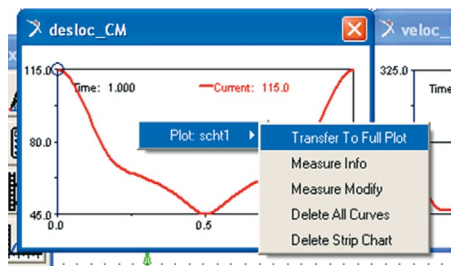

Figura 3.25 – Ativação do módulo ADAMS/PostProcessor.
- Clique, com o botão direito do mouse, sobre a janela gráfica do deslocamento (*desloc_CM*). Selecione a opção *Transfer To Full Plot*, conforme a Figura 3.25. O módulo do ADAMS/PostProcessor se abrirá em uma nova janela.